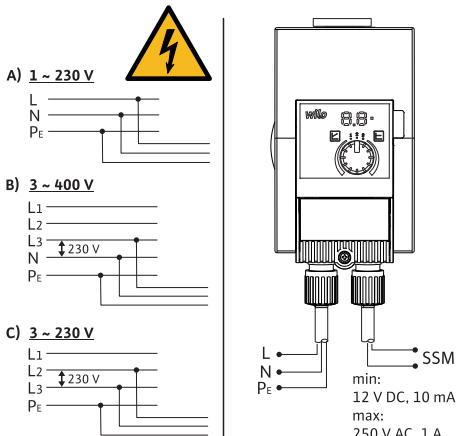

Fig. 3: Prijungimo galimybės
- Prijunkite prie 230 V žemos įtampos tinklą. Jungiant prie IT sistemų („Isolé Terre“ maitinimo tinklo) įsitikinkite, kad įtampa tarp fazų (L1-L2, L2-L3, L3-L1 → Fig. 3) neviršija 230 V. Gedimo (įžeminimo) atveju įtampa tarp fazinių jungčių ir PE neturi viršyti 230 V.